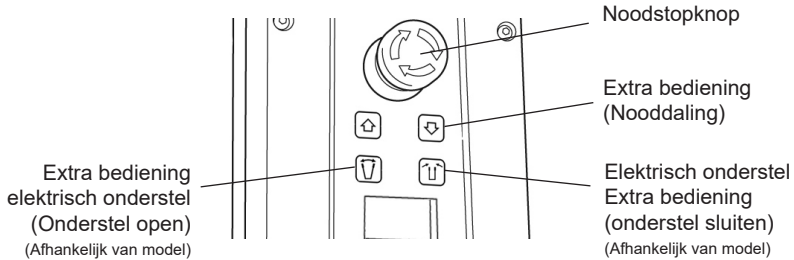

Fig. 8
6. Bevestig de accu aan de bedieningskast en zie erop toe dat de rode noodstopknop die zich op de bediening bevindt, uitsteekt (AAN), door hem met de klok mee te draaien (fig. 8).